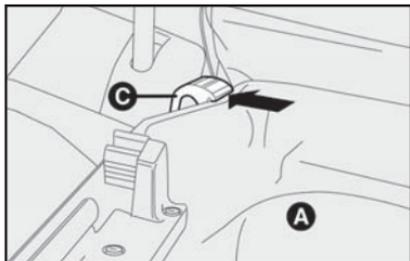

fig. 86
- 3) Travar as duas partes com as travas de suporte **C-fig. 86**.